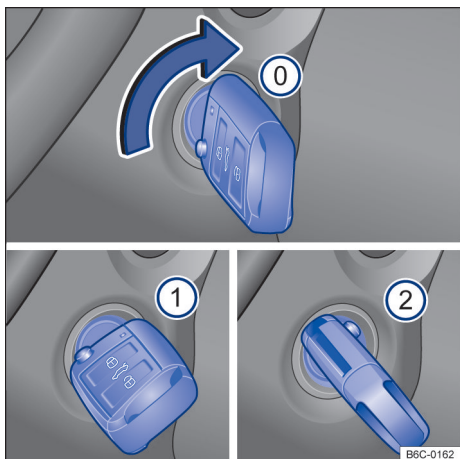

Fig. 91 Ao lado do volante, à direita: posições da chave do veículo no cilindro da ignição.
Posições da chave do veículo → **Fig. 91**
- 2 Pisar no pedal do freio (*veículos com transmissão automática*), ou no pedal da embreagem (*veículos com transmissão manual*) e ligar o motor. Quando o motor pegar, soltar a chave da ignição. Ao soltar, a chave do veículo retorna à posição → **Fig. 91** 1.
- *Veículos com cilindro da ignição:* girar a chave do veículo na posição → Fig. 91 . A ignição está ligada. Nesse instante a luz de controle do sistema de partida aquecida  irá se acender no instrumento combinado. Aguardar que a luz de controle  se apague indicando o término do aquecimento do combustível (esta ação poderá ser necessária em condições de partida com o motor frio).
- *Veículos com cilindro da ignição*: girar a chave do veículo no cilindro da ignição para a posição → Fig. 91 ② – não acelerar. Quando o motor começar a funcionar, soltar a chave do veículo no cilindro da ignição.
- *Veículos com cilindro da ignição*: girar a chave do veículo no cilindro da ignição na posição → Fig. 91 ①.